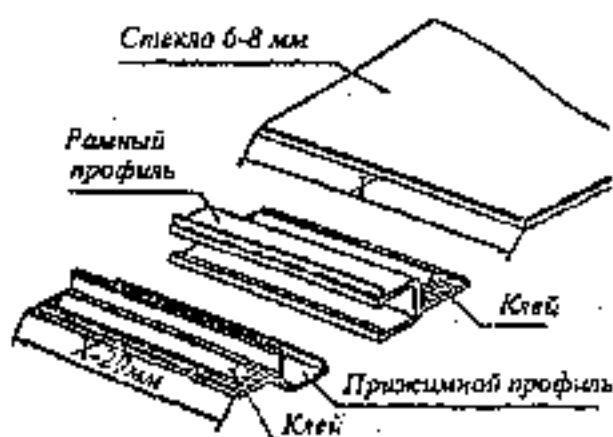
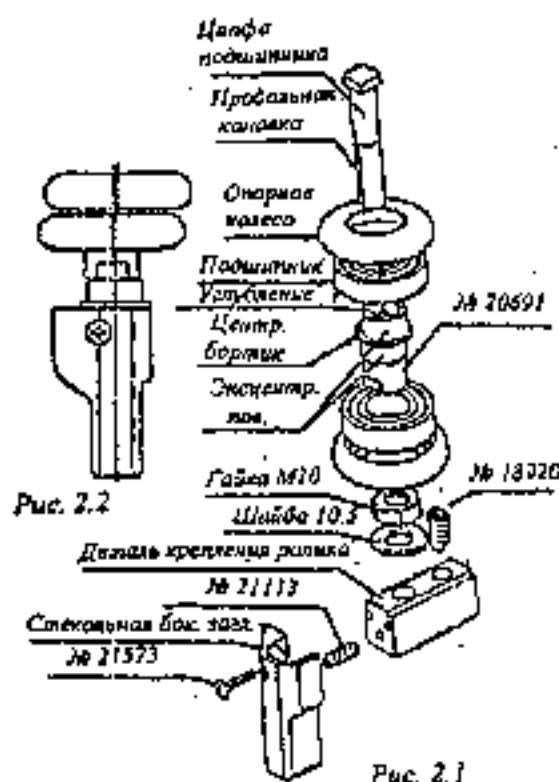
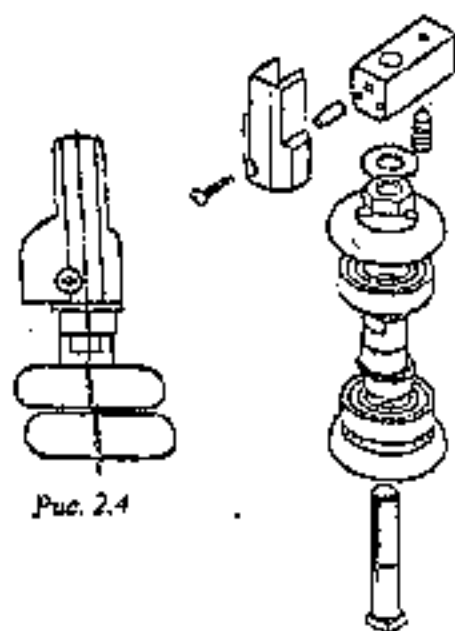
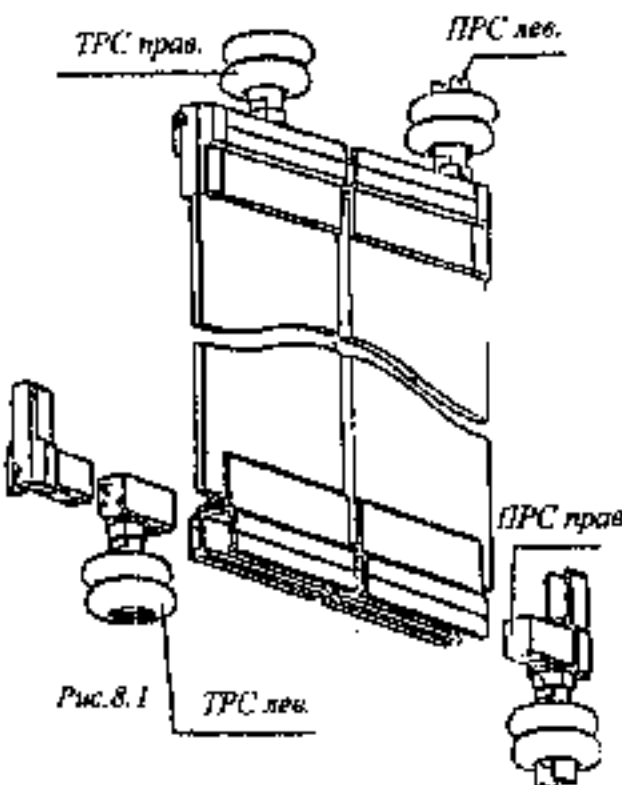

Рис. 1.1
Рис. 2.1
Рис. 2.4
Рис.8.1
1.1. При склейке стекла и скрепляющего профиля нужно иметь в виду, что длина профиля должна быть на 29 мм меньше ширины стекла (см. Рис. 1.1).
2.1. Сборка транспортной роликовой системы показана на Рис.2.1 – Рис.2.4. Для каждой створки применяются правая (Рис.2.1, Рис.2.2) и левая TRC (Рис.2.3, Рис.2.4). Правая и левая TRC отличаются стекольными боковыми заглушками и положением эксцентриковых поверхностей соединительной детали подшипника № 20691. Различия видны на Рис.2.1 и Рис.2.3, Рис.2.2 и Рис.2.4.
Затем цапфа подшипника стороной с винтовой резьбой вставляется в соединительную деталь подшипника так, чтобы четырехгранная головка цапфы вошла в квадратное углубление соединительной детали (см. Рис.2.1, Рис.2.3).
8.1 Сборка передвижной створки показана Рис. 8.1 – Рис.8.3. Для каждой передвижной поворотной створки используются правая и левая ТРС (см. Стр.2 Рис.2.1 – Рис.2.4), правая и левая ПРС (см. Стр.3 Рис.3.1 – Рис.3.4) и стекло с приклеенными рамными и скрепляющим профилями (см. Стр.1 Рис.1.1 – Рис.1.4).
8.2. ТРС без стекольных боковых заглушек устанавливаются, как показано на Рис. 8.1 – Рис.8.2.
8.3. Установка поворотной роликовой системы (ПРС) показана на Рис.8.1 и Рис.8.3. ПРС вставляют деталями крепления ролика в рамный профиль, пока стекольная боковая заглушка не упрется в профиль.